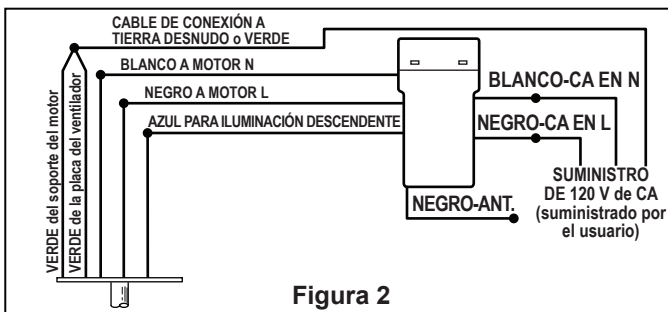

Figura 2
Es fundamental que la caja de distribución eléctrica y los tornillos estén bien asegurados a la estructura armada y que sean capaces de soportar una carga de, al menos, 22,7 kg (50 lb). Si los tornillos no están correctamente colocados, el ventilador podría caerse. (Figura 2)
1. Ajuste bien la caja de conexiones del techo apta para soporte de ventilador en la estructura armada. (Figura 2)
- Conecte los cables como se indica: (Figura 2)
2. Asegure cuidadosamente la unidad de la caja en las ranuras de montaje en el soporte del techo con un cuarto giro hacia arriba en el sentido de las agujas del reloj. (Figura 2)
2. Asegure bien las aspas con tornillos de cabeza. No ajuste demasiado. (Figura 2)
2. Fije firmemente la unidad de soporte del kit de iluminación a la placa del adaptador ajustando los tres tornillos que se incluyen con el ventilador. (Figura 2)
Asegúrese de alinear los orificios curvados que se encuentran en el soporte de la placa de iluminación descendente. (Figura 2)